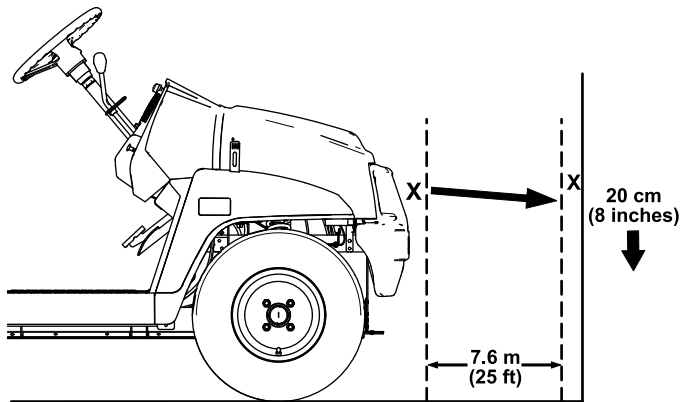

图 41
1. 将机器停在水平地面上大灯距离墙壁约 7.6m 图 41。
大灯光束最亮部分应在墙上标记下方 20cm 处图 41。